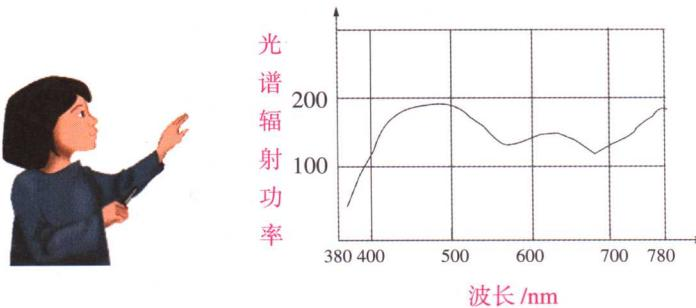

图 1-6 光谱功率分布
(1)光源的光谱功率分布：光源之所以发光是因为光源辐射出能刺激人眼的电磁波。不同的光源发射380~780nm范围内波长的光谱能量不同，其对人眼的刺激不同，从而得到不同颜色的光。通过对光源发射的光谱能量(光谱功率)进行测量，把测得的能量值作为直角坐标系中的纵坐标，波长为横坐标，按波长与能量一一对应的关系描点，然后将所有点连接起来得到一条曲线图，此图即光源的光谱辐射功率按波长的分布状况，称为光谱功率分布。如图1-6所示。
的光线经腔体内的多次反射和吸收，几乎难以射出，近似具有绝对黑体的特点。当将其加热时，随着温度的升高，黑体吸收的能量将以光的形式由小孔向外辐射，且温度不同，辐射的光谱能量不同，其辐射出的光的颜色也不同。人们将黑体辐射出的光谱功率分布及对应的温度值测量记录下来，就得到了绝对黑体的光谱功率分布曲线图。如图1-6所示。